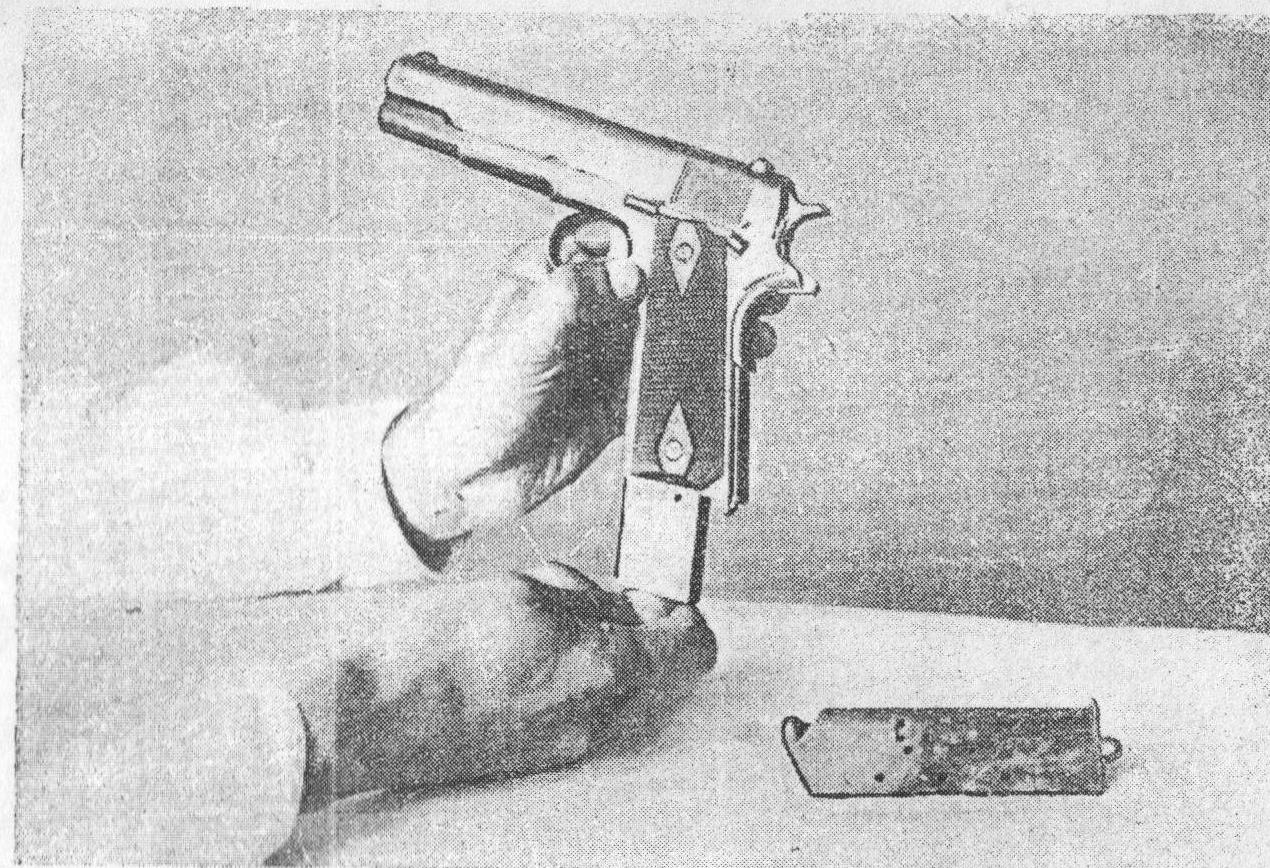

Рис. 1.
Для заряжания пистолета нужно взять его в левую руку, нажать большим пальцем левой руки на магазинную защелку с левой стороны пистолета и правой рукой, взяв за ушко магазина, вынуть магазин (рис. 1).
Для разрядки пистолета прежде всего надо вынуть магазин (рис. 1), затем осторожно взвести курок (не обязательно, так как это делается для облегчения оттягивания кожуха-затвора), держа пистолет стволом вверх, и от себя резким движением отвести кожух-затвор левой рукой назад, вследствие чего патрон экстрактируется (выбрасывается). В спусковой скобе не следует оставлять пальца, во избежание случайного нажатия на спусковой крючок и нечаянного выстрела.
1. **Вынуть магазин.** Нажать на насечку магазинной защелки, при этом зуб ее выйдет из выреза в передней стенке магазина, после чего вынуть последний (рис. 1).